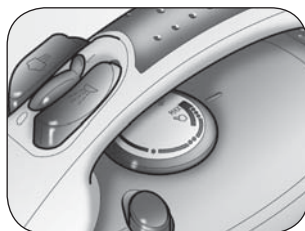

Fig. 5
- 3 Selezionare la temperatura desiderata ruotando la manopola di regolazione temperatura (J) e allineandola con il riferimento (I) sul ferro da stiro (Fig. 5).
- 4 La spia (H) di controllo della temperatura si accende.